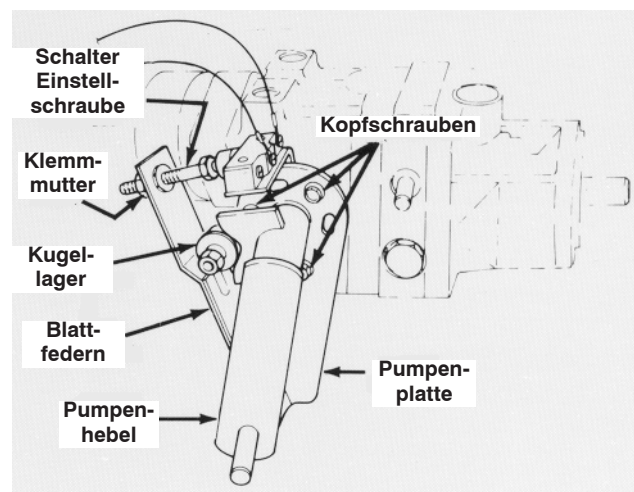

Bild 60
1. Stellen Sie die Maschine auf einer ebenen Fläche ab und stellen Sie den Motor ab. Aktivieren Sie die Feststellbremse, kippen Sie den Sitz nach vorne und betätigen Sie den Pumphebel (Bild 60), um sicherzustellen, dass die Pumpe richtig positioniert ist und ungehindert funktioniert. Korrigieren Sie etwaige Abweichungen.
6. Da sich das Rad dreht, muss die Pumpenplatte eingestellt werden. Stellen Sie vor dem Einstellen der Pumpenplatte den Gasbedienungshebel auf **LANGSAM**. Wenn sich das Rad nach vorne dreht, lösen Sie die Kopfschrauben und bewegen die Unterseite der Pumpenplatte ein wenig nach links (Bild 60). Wenn sich das Rad jedoch nach hinten dreht, bewegen Sie die Pumpenplatte nach rechts (Bild 60). Wenn sich das Rad nicht mehr dreht, ziehen Sie die Kopfschrauben an, mit denen die Pumpenplatte gegen die Seite des Getriebes gedrückt wird, Prüfen Sie die Einstellung mit dem Gasbedienungshebel auf **LANGSAM** und auf **SCHNELL**.
- Das Kugellager ist nicht ordnungsgemäß befestigt oder abgenutzt (Bild 60).
- Laubfedern sind schwach oder beschädigt (Bild 60). Tauschen Sie sie aus.
2. Betätigen Sie den Pumphebel (Bild 60), um sicherzustellen, dass alle Teile ordnungsgemäß funktionieren und richtig positioniert sind.
3. Lösen Sie dann die Klemmmutter. Drehen Sie die Einstellschraube für den Schalter (Bild 60) bis ein Abstand zwischen dem Schraubenkopf und der Schaltertaste besteht.